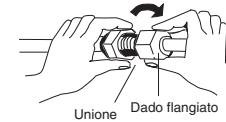

Fig. 5-5
- (3) Per un collegamento corretto, allineare il tubo di raccordo e quello svasato dritti uno rispetto all'altro e quindi avvitarne bene il dado flangiato in modo da ottenere un'adesione perfetta (Fig. 5-5)